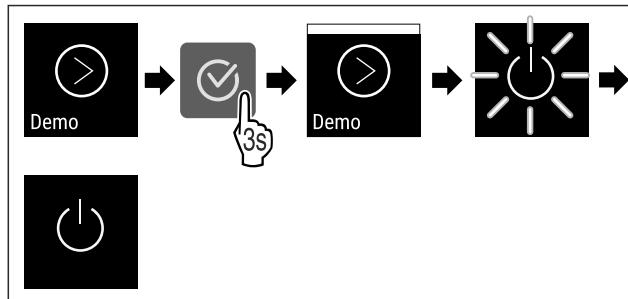

Fig. 111
- Провести етапи операцій (див. Fig. 111) .